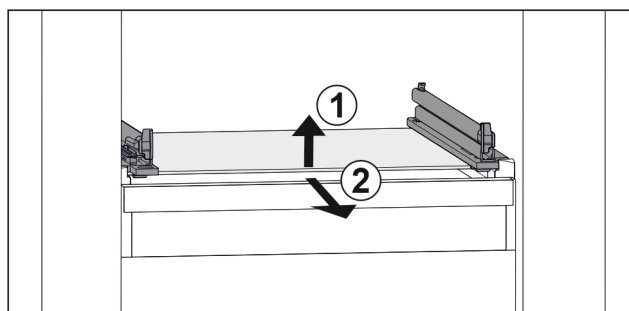

Fig. 88 Exemple de représentation de la tablette en verre
- ▶ Soulever la tablette en verre par l'avant. *Fig. 88 (1)*
- ▶ Retirer la tablette en verre par l'avant. *Fig. 88 (2)*